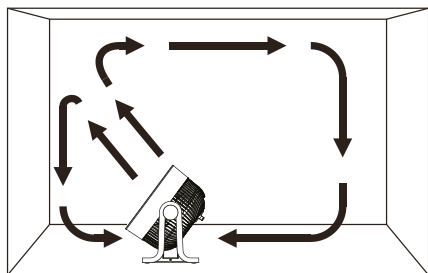

Рис. 3
- Установите вентилятор под наклоном вверх, чтобы улучшить циркуляцию воздуха в помещении (Рис. 3).